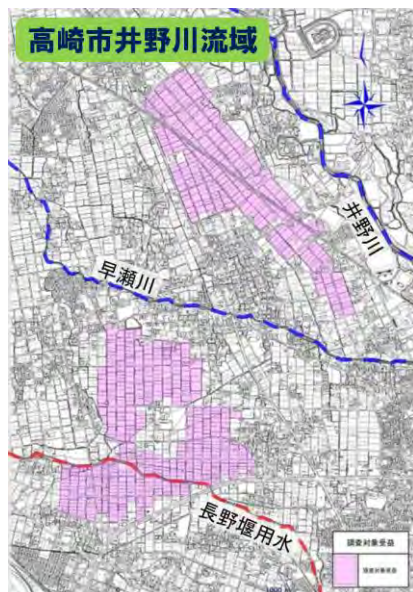

図 6-1 シミュレーション対象地域の受益範囲
(1) 水田流出簡易プログラムの使用事例
① シミュレーションの条件
- ・過去に浸水被害等の発生があった群馬県高崎市井野川流域（図 6-1）を選定